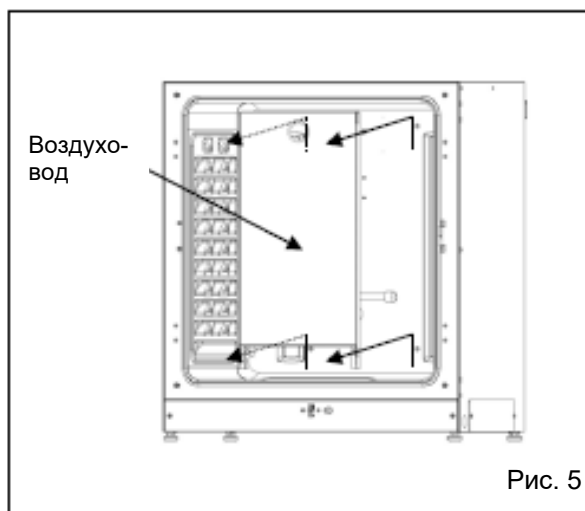

Рис. 3
4. Извлеките крышку увлажнительного поддона (Рис. 3).